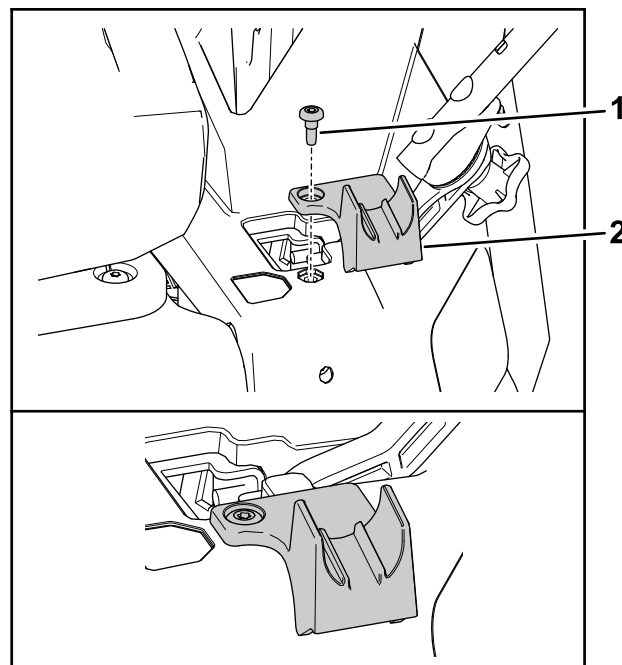

Bild 7
2. Fluchten Sie die Griffhalterung an der linken Verkleidung aus, wie in **Bild 7** dargestellt.
3. Befestigen Sie den Halter mit der Ansatzschraube ($\frac{1}{4}$ " x $\frac{1}{2}$ "") des Kits an der Verkleidung (Bild 7).